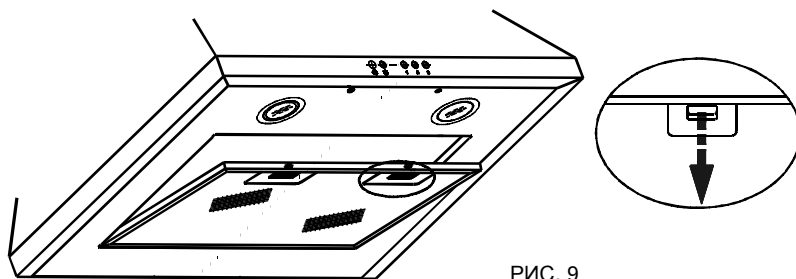

РИС. 9
- снимите аллюминиевый фильтр (рис. 9);